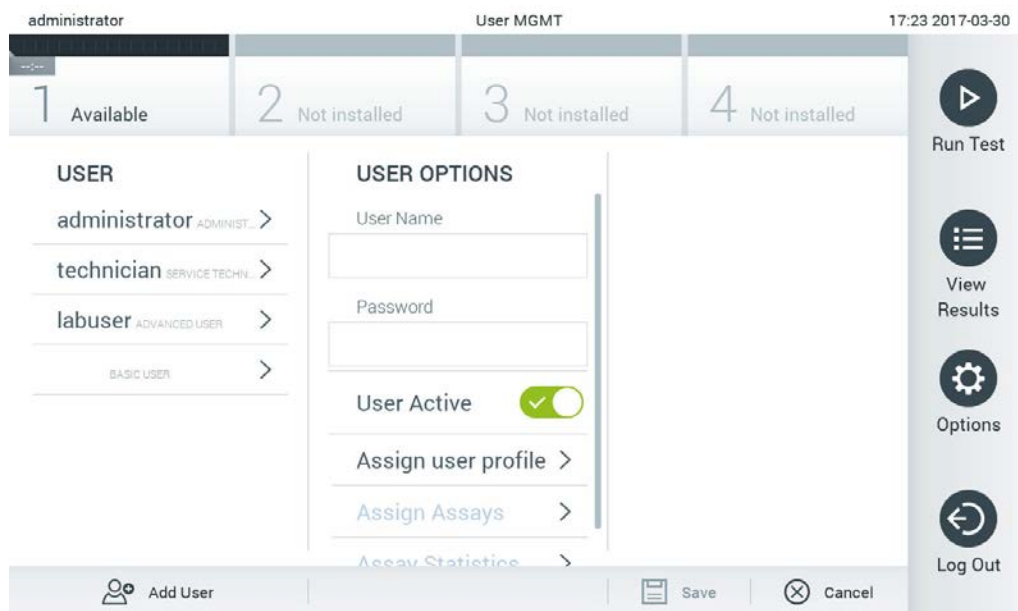

Рис. 63. Добавление нового пользователя.
1. Нажмите на кнопку **Options** (Опции), а затем на кнопку **User Management** (Управление пользователями), чтобы настроить конфигурацию для пользователей. В области содержимого на дисплее отобразится экран **User Management** (Управление пользователями) (рис. 63).